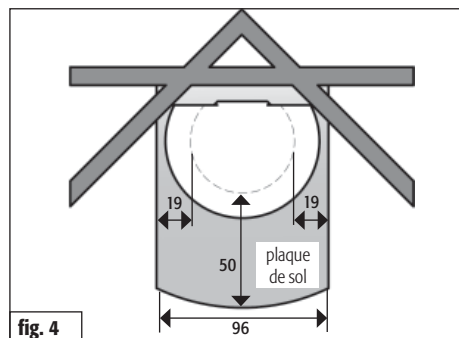

fig. 4
**La taille de cette plaque de sol doit dépasser le tracé du poêle-cheminée d'au moins 50 cm devant et d'au moins 19 cm sur les côtés (fig. 4).**